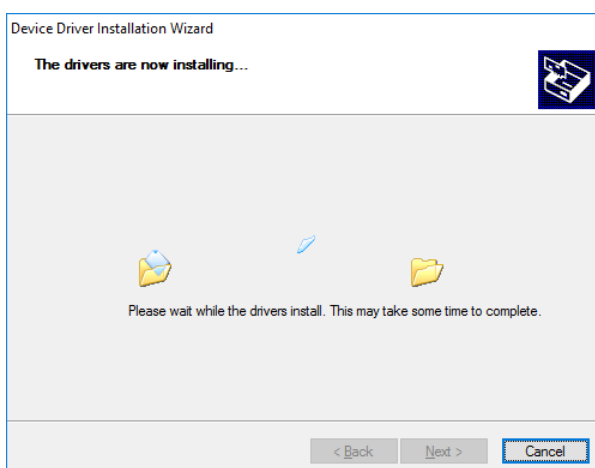

Figure 21: Driver Installation Wait Screen
11. *figure 21*. Se está visualizando la instalación del controlador en proceso.